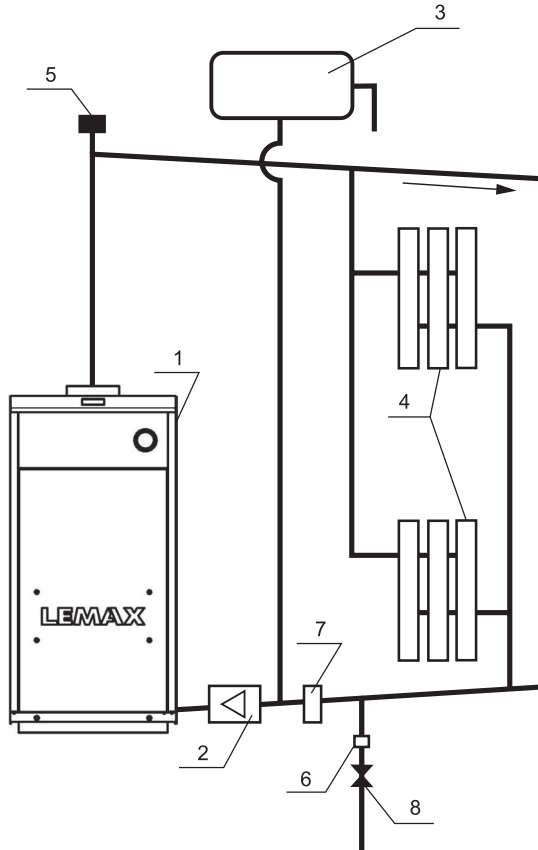

**Рис. 2.**
- 6.6. Расширительный бачок устанавливается в верхней точке главного стояка, желательно в отапливаемом помещении. Запрещается устанавливать вентиль на сигнальной трубе (см. рис. 2, 3).